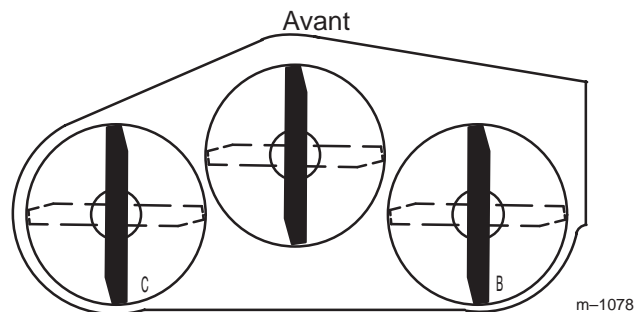
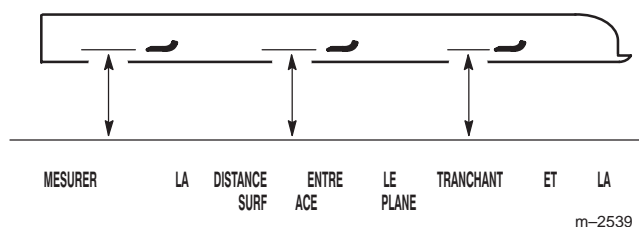

Figure 64
Figure 65
1. Tournez la lame **droite** à 180° (Fig. 64).
2. Mesurez la distance au point **B** (Fig. 64) entre la surface plane et le tranchant de la pointe de la lame droite (Fig. 65).
4. Tournez la lame **gauche** à 180° (Fig. 64).
5. Mesurez la distance au point **C** (Fig. 64) entre la surface plane et le tranchant de la pointe de la lame gauche (Fig. 65).